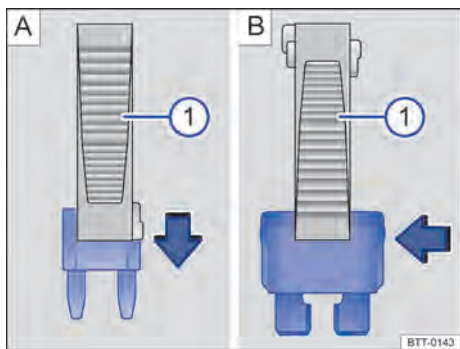

Fig. 192 Remover ou instalar um fusível usando a garra da pinça de plástico .
- Se necessário, tirar a pinça de plástico → Fig. 192  da cobertura da caixa de fusíveis.